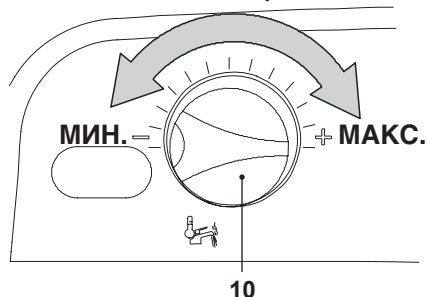

Рисунок 9.21
- Тепловую мощность отопления можно регулировать при помощи регулятора температуры воды в системе горячего водоснабжения 10, см. Рисунок 9.21.